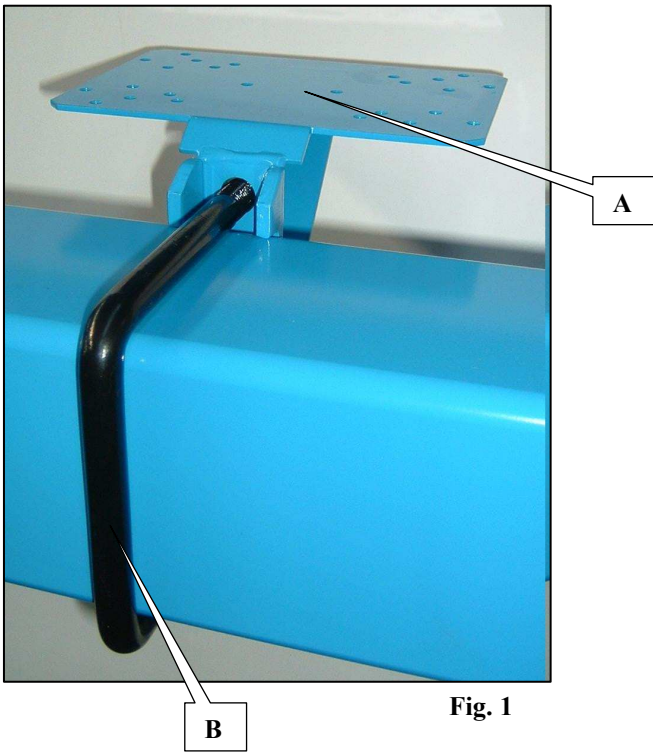

Fig. 1
- einem oder mehreren auskuppelbaren Microsem-Köpfen (Abb. 1) mit Verlängerungskabeln.
- Fixer le support (A fig. 1) à l'aide de la bride (B fig. 1) sur la barre, le plus près du centre du semoir.